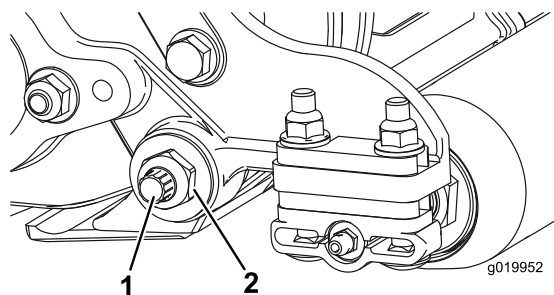
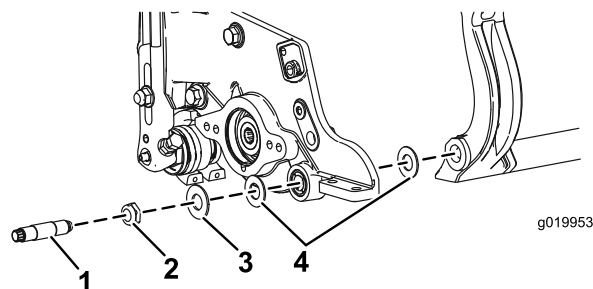
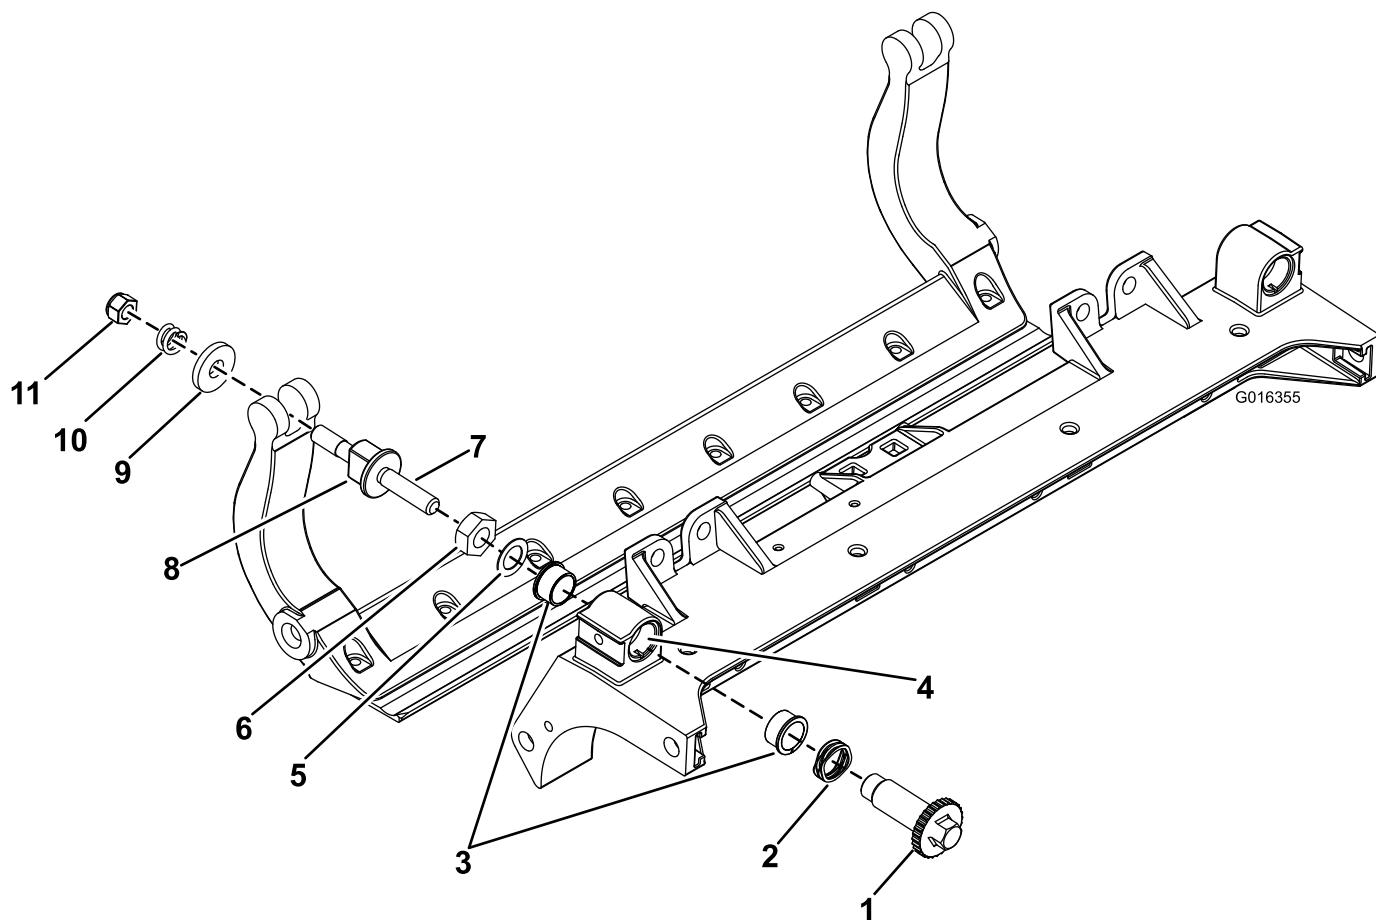

Figure 26
Figure 27
Figure 29
3. De chaque côté de la machine, desserrez le contre-écrou de fixation du boulon de la barre d'appui (Figure 26).
4. Retirez les boulons de la barre d'appui de façon à pouvoir abaisser la barre et la déposer de la machine (Figure 26). Mettez de côté les 2 rondelles en nylon et la rondelle en acier estampée situées de chaque côté de la barre d'appui (Figure 27).
2. Fixez la barre d'appui sur chaque plaque latérale au moyen des boulons (munis d'écrous) et des 6 rondelles. Une rondelle en nylon doit être placée de chaque côté du bossage de la plaque latérale. Placez une rondelle en acier à l'extérieur de chaque rondelle en nylon (Figure 27). Serrez les boulons de la barre d'appui à un couple de 37 à 45 Nm. Serrez les contre-écrous également de chaque côté jusqu'à ce qu'il ne soit plus possible de tourner les rondelles d'acier extérieures à la main. Desserrez alors les contre-écrous jusqu'à ce qu'il soit possible de tourner les rondelles d'acier à la main et que la barre d'appui ne présente aucun jeu axial.
4. Posez une rondelle ondulée sur l'axe de réglage et insérez l'axe dans les bagues à embase sur le cadre du plateau de coupe (Figure 29).
5. Fixez l'axe de réglage avec une rondelle plate et un contre-écrou (Figure 29). Serrez le contre-écrou à un couple de 20 à 27 Nm.
9. Fixez la barre d'appui sur chaque plaque latérale au moyen des boulons (munis d'écrous) et des 6 rondelles. Une rondelle en nylon doit être placée de chaque côté du bossage de la plaque latérale. Placez une rondelle en acier à l'extérieur de chaque rondelle en nylon (Figure 29). Serrez les boulons de la barre d'appui à un couple de 37 à 45 Nm. Serrez les contre-écrous également de chaque côté jusqu'à ce qu'il ne soit plus possible de tourner les rondelles d'acier extérieures à la main. Desserrez alors les contre-écrous jusqu'à ce qu'il soit possible de tourner les rondelles d'acier à la main et que la barre d'appui ne présente aucun jeu axial (Figure 27).
1. Déposez toutes les pièces (voir les *Instructions d'installation* du Kit DPA renforcé, modèle n° 120–7230 et Figure 29).
2. Appliquez du produit antigrippage « Never Seize » à l'intérieur du logement des bagues sur le cadre central du plateau de coupe (Figure 29).
3. Alignez les clavettes des bagues à embases sur les fentes de leur logement sur le cadre, et mettez les bagues en place (Figure 29).